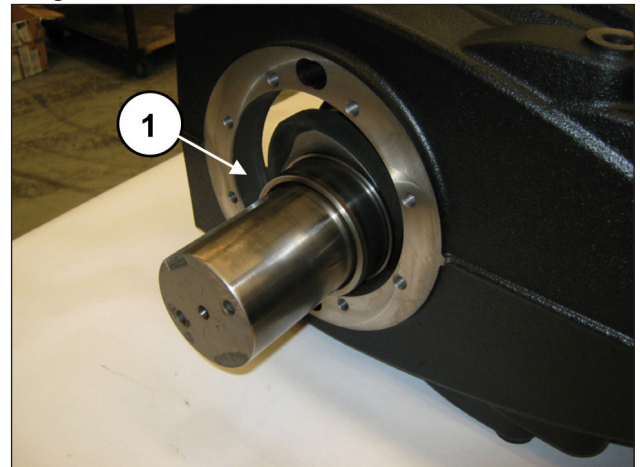
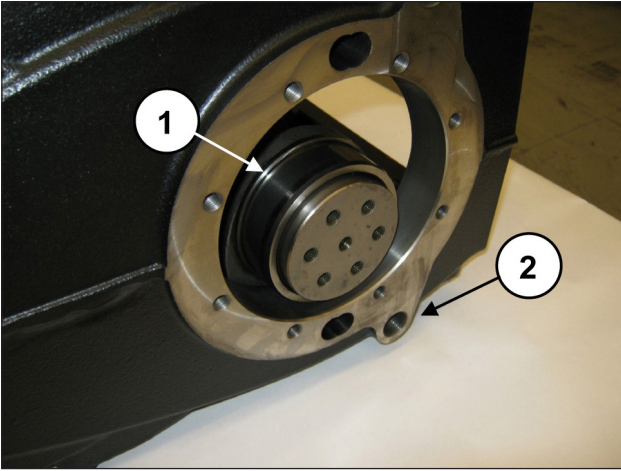

Fig. 49
Fig. 50
**Monter impérativement le vilebrequin avec le côté PTO à l'opposé des orifices G1/2" pour les bouchons d'évacuation de l'huile du carter de pompe (rep. ②, Fig. 50).**
S'assurer que l'arbre est enfoncé dans le carter (rep. ①, Fig. 49 et Fig. 50).